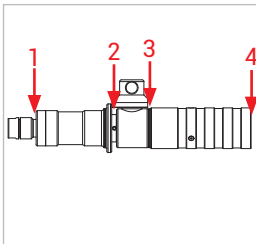

Figure 12
- ▶ Vérifiez les points de mesure suivants (Figure 12) :
- Réceptacle de service WEH® (1)
- Douille de guidage et raccord tournant (2)
- Raccord tournant et manchon de protection (3)
- Raccord (4)